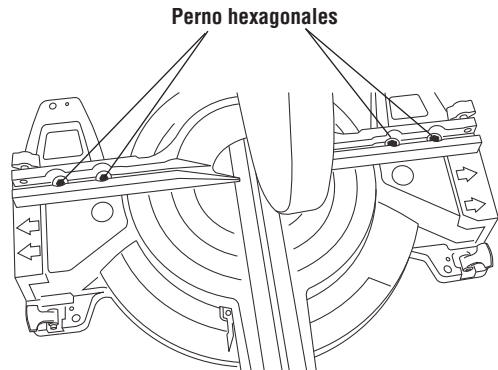

Figura 10. Ajuste del tope-guía
- c. Use la herramienta universal (suministrada con el modelo 5412 solamente) o uso 7/16" casquillo y afloje los cuatro (4) perno hexagonales ubicados detrás del tope-guía (Figura 10).